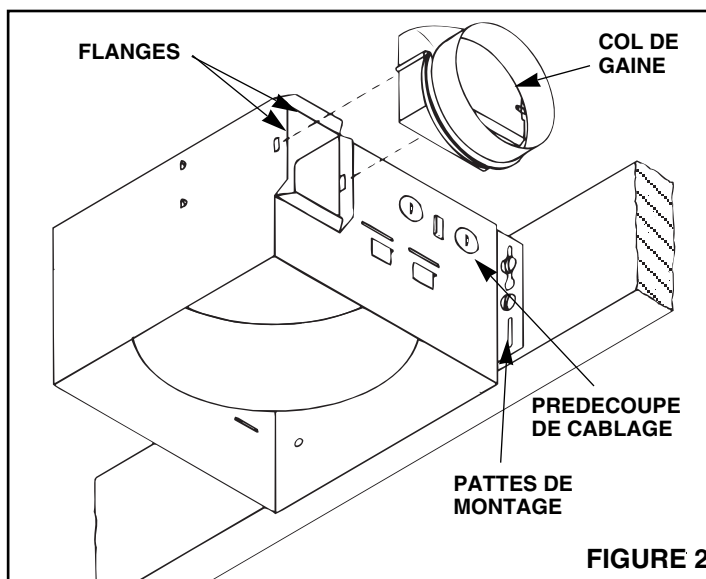

FIGURE 2
Voir Figure 2.
2. Voir Figure 2. Faire passer les barres de suspension dans les pattes de montage placées sur le bord inférieur du boîtier. Clouer une barre aux solives.
1. Voir Figure 2. Placer le collier de gainé sur les collerettes à l'ouverture d'évacuation du ventilateur. Fixer le collier en pressant les pattes dans les fentes des collerettes.